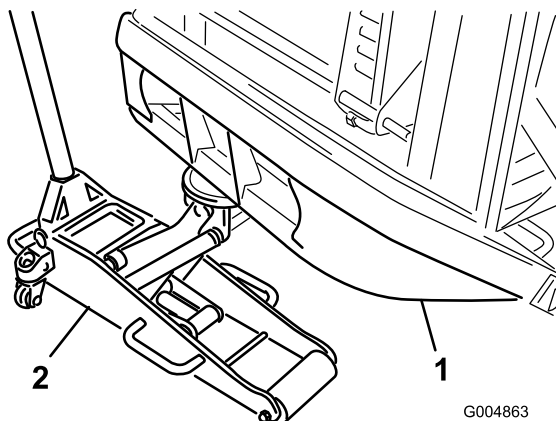

Figura 5
2. Coloque un soporte debajo de cada motor de rueda y un gato debajo del parachoques trasero (Figura 5), o eleve la máquina con un polipasto.